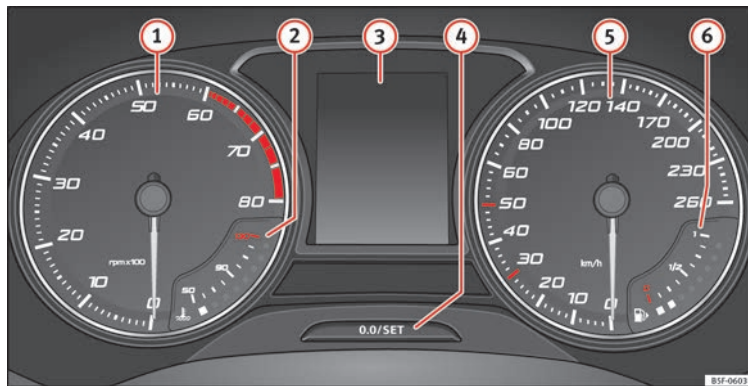

Bild 124 Kombiinstrumentet på instrumentbrädan
Information om instrumenten »» bild 124:
Varvräknaren visar antalet motorvarv per minut » **bild 124 ①**.
Låt aldrig varvräknarens nål ① » **bild 124** gå in i den röda zonen på mätaren i mer än mycket korta perioder. Annars finns det risk att motorn skadas.
Olika typer av information kan visas på instrumentpanelens display » **bild 124 ③**, beroende på aktuell utrustning:
- Tryck snabbt ner knappen » **bild 124 ④** för att återställa färdminnet till 0.
- Håll knappen ④ nertryckt i ca 3 sekunder så visas det tidigare värdet på nytt.
- För att ställa in tiden hålls knappen » **bild 124 ④** nertryckt i mer än 3 sekunder för att välja timma eller minut.
- För att fortsätta ställa in tiden trycker du på den övre eller nedre delen av knappen ④. Håll ned knappen för att rulla genom minuter snabbt.
- Tryck ner knappen ④ igen för att slutföra inställningen av tiden.
Håll knappen » **bild 124 ④** nertryckt i mer än 15 sekunder för att visa motorns identifieringsbokstäver (MKB). För att göra detta måste tändningen vara påslagen och motorn avstängd.
Kylmedelstemperaturmätaren **②** » **bild 124** fungerar bara med tändningen påslagen. Var vänlig läs följande information om de olika temperaturområdena för att undvika skador på motorn.